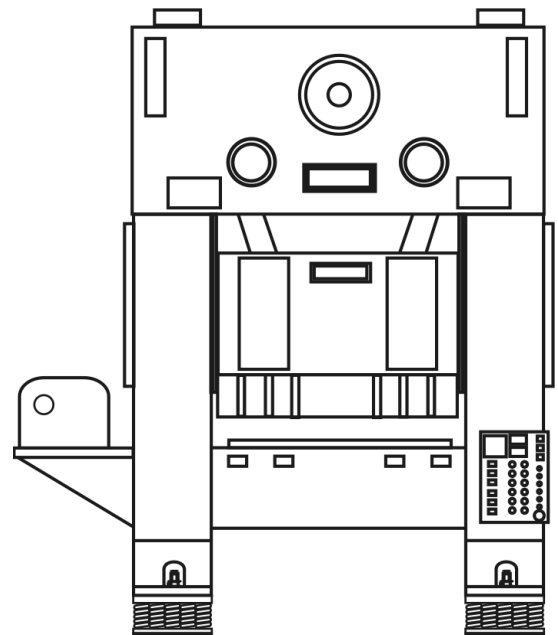

图 1
3. 如果进给管路与压力机之间采用刚性连接，则必须全部采用弹簧支承（如图 1 所示）；而不能由压力机和建筑结构来分别承载其重量。否则安装支承的作业效能将大打折扣。在安装支承的选型阶段，应对进给管路的重量予以予以考虑。